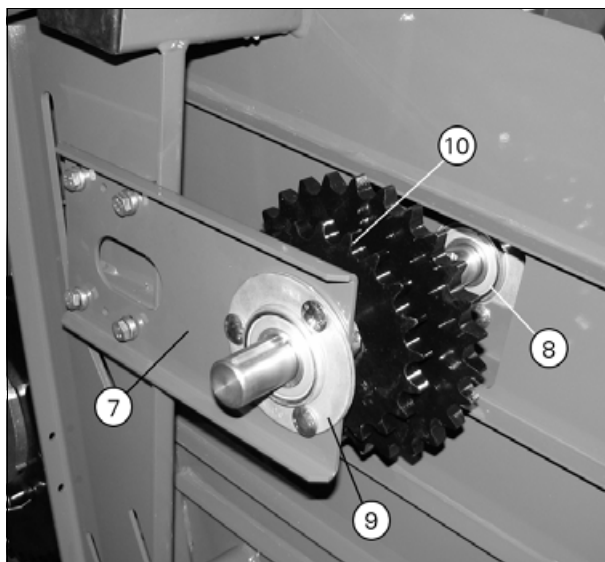

Рис. 3.
**ПРИМЕЧАНИЕ:** Вали можно снять без отсоединения кронштейнов (7) (рис. 3) и (11), однако снятие подшипников и звездочек удобнее выполнять, зажав вал в тисках.